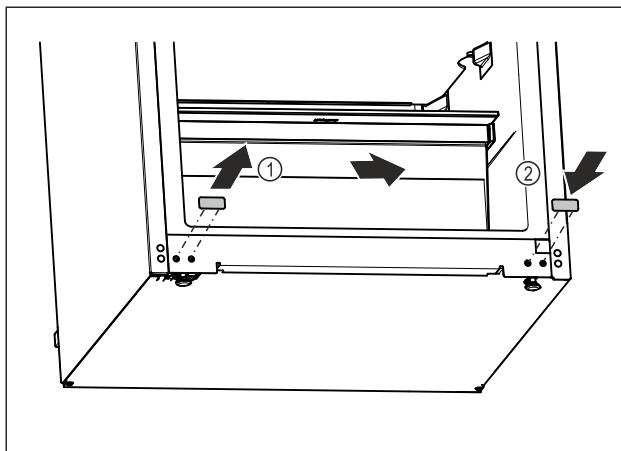

Fig. 17
- Извлеките заглушку. *Fig. 17 (1)*
- Установите заглушку на противоположной стороне. *Fig. 17 (2)*